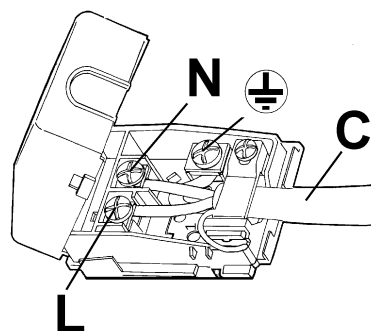

FIG. 11
- applicare al cavo d'alimentazione "C" se sprovvisto (vedi fig. 11) una spina normalizzata adatta al carico indicato sull'etichetta segnaletica. Allacciare i cavetti secondo lo schema della fig. 11, avendo cura di rispettare le sottototate rispondenze: